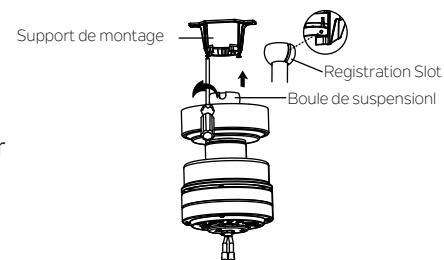

Fig. 9
**Étape 5.** Soulevez maintenant le moteur pour le mettre en position d'installation et placez la boule de suspension dans le support de montage. Tournez jusqu'à ce que le Check Tab (Languette de contrôle) se trouve dans (Fig. 9) Le moteur entier ne doit tourner ni à gauche ni à droite lorsqu'il est installé correctement.